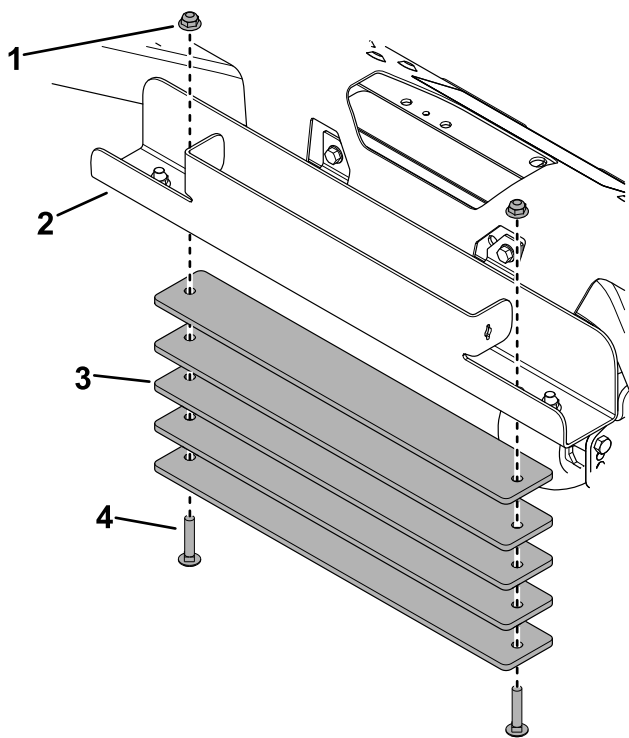

**Figura 1**
1. Retire la varilla de retención y el peso de maletín (Figura 1).
4. Instale el peso de maletín detrás de la placa e instale la varilla de retención (Figura 1).